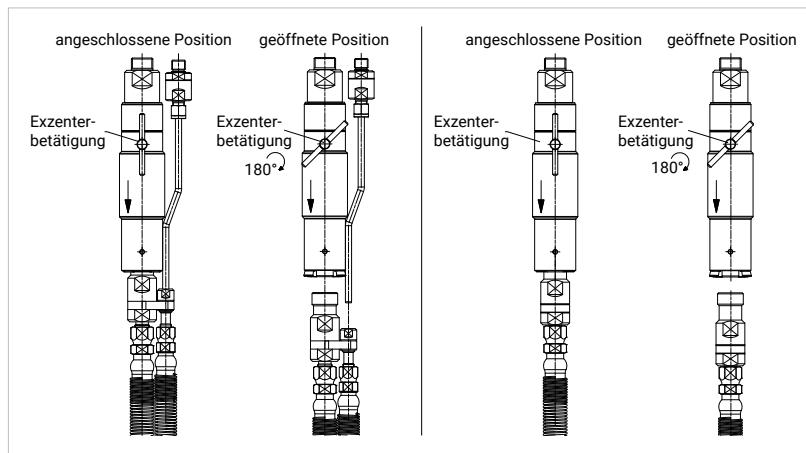

Figure 16
- ▶ S'il existe, passer l'insert d'about (pos. 7) avec le flexible de remplissage monté par le tube de guidage (pos. 9) du support de fixation.
- ▶ Tourner le levier de l'actionnement excentrique (pos. 2) de 180° (*Figure 16*) ➔ les mâchoires de serrage s'ouvrent